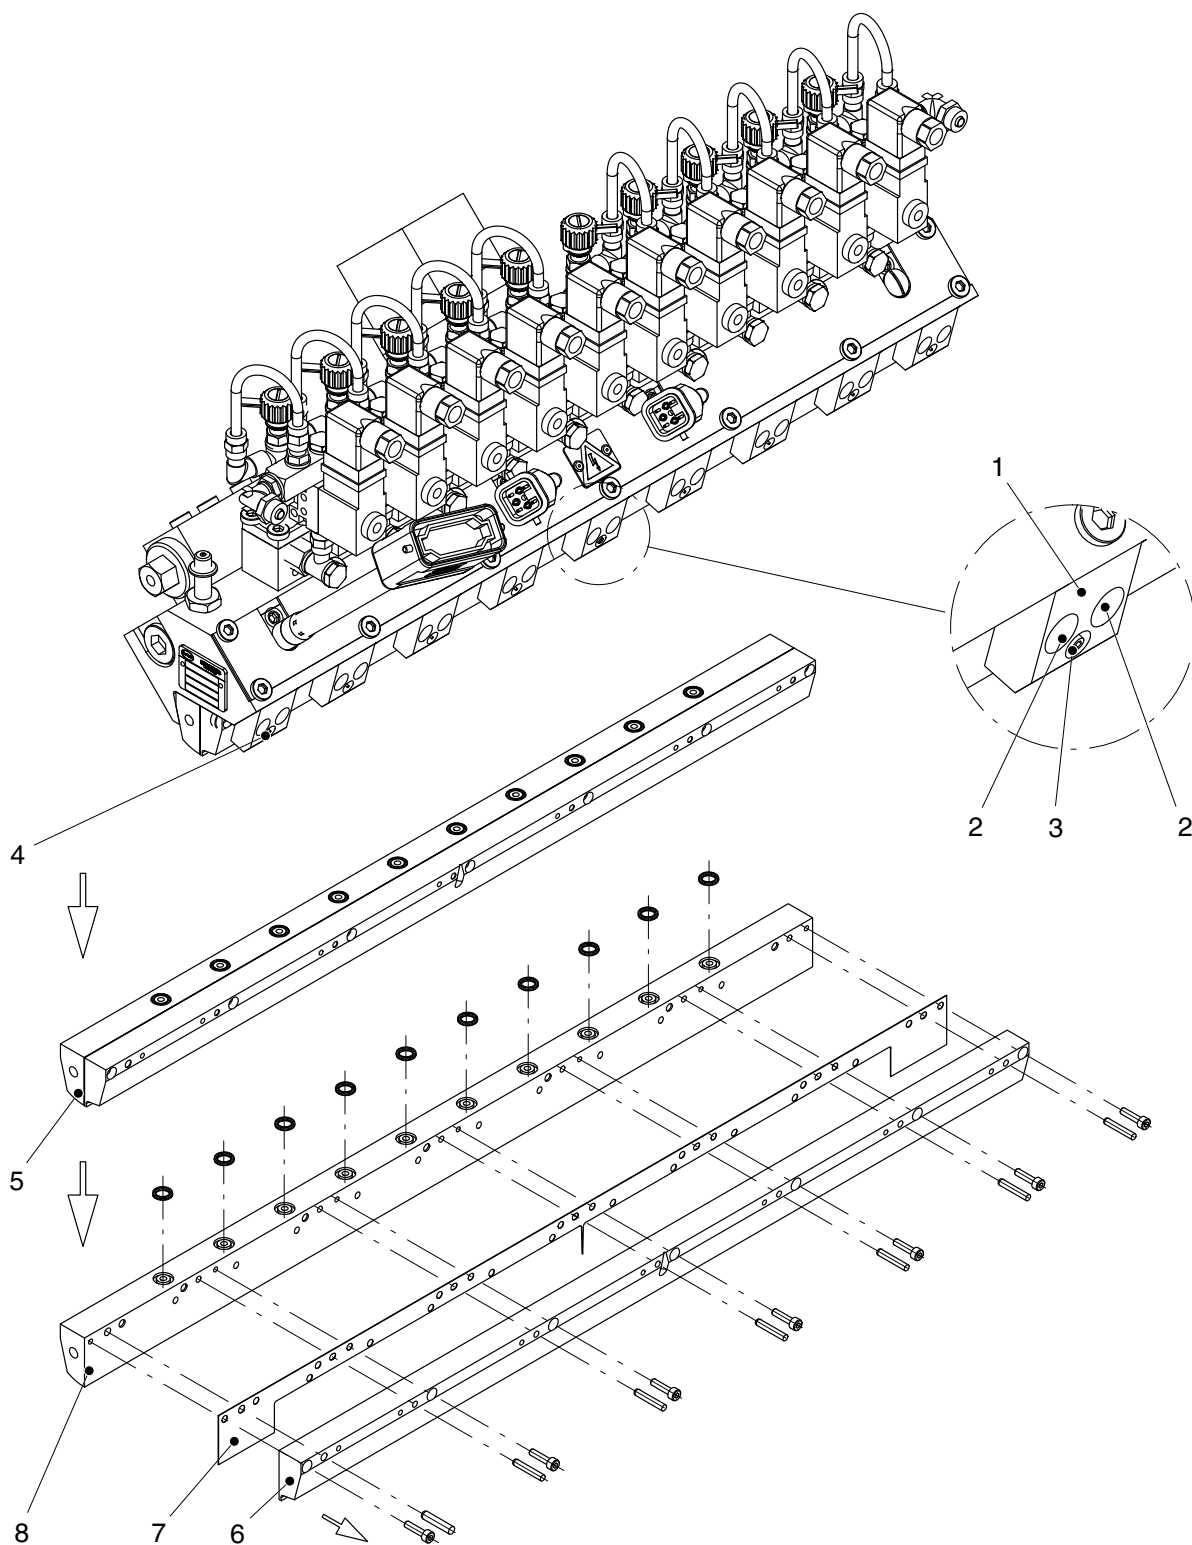

Fig. 5-2
2. Antes de desapertar os parafusos de aperto, verifique se o bico (5 , Fig. 5-2) não pode cair.
3. Desaperte todos os parafusos de aperto (4 , Fig. 5-2) e o parafuso de aperto de centragem (3 , Fig. 5-2). Agora, o bico pode ser retirado para o lado. Apenas quando não há espaço na parte lateral do aplicador, retire adicionalmente todas as peças de aperto (1 , Fig. 5) e remova o bico pela frente.
5. Desarme o bico na fixação do bocal (8 , Fig. 5-2), o bocal (6 Fig. 5-2) e a chapa espaçadora (7 , Fig. 5-2).